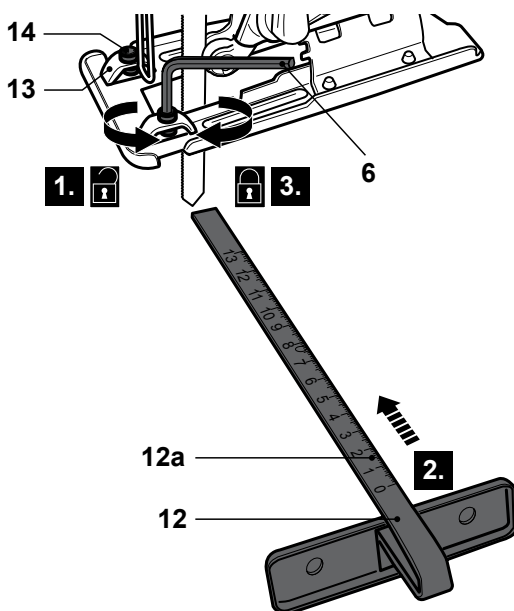

Fig. 2
- > Desserrer les 2 écrous hexagonaux [14] à l'aide de la clé hexagonale [6] (Fig. 2, étape 1).
- > Aligner le guide parallèle [12] avec les fixations [13] et l'insérer le guide parallèle [12] (Fig. 2, étape 2).
- > Resserer les écrous hexagonaux [14] pour fixer le guide parallèle [12] en position (Fig. 2, étape 3).